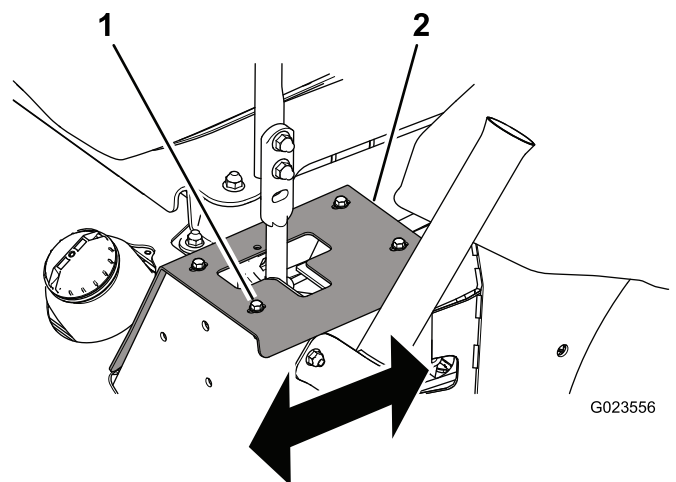

Figura 55
- Se virar para direita, desaperte os parafusos e ajuste a placa do batente esquerdo para trás até a máquina ficar a direito (Figura 55).
- Se virar para esquerda, desaperte os parafusos e ajuste a placa do batente direito para trás até a máquina ficar a direito (Figura 55).
1. Parafuso (4)
3. Aperte os parafusos para fixar placa do batente (Figura 55).